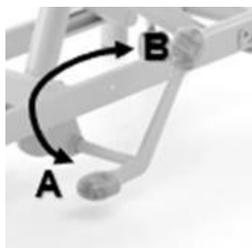

Abbildung 7 - Bedienelemente der Therapieliege Oslo (Hydraulik)
Bei der Oslo-Liege mit dem Hydraulikantrieb (siehe Abb. 7) ist die Höhenverstellung über eine Hydraulikpumpe möglich und mit dem Fußpedal betätigt wird. Um die Liege auf die gewünschte Höhe anzuheben, müssen Sie das Fußpedal (B) bis zur gewünschten Höhe pumpen. Das Absenken der Liege erfolgt durch Anheben des Fußpedals in Richtung (A).